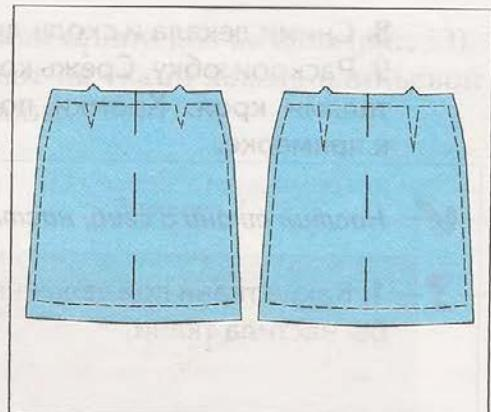

Рис. 57. Наметка середины деталей юбки сметочными стежками
2. Наметить мелким линии середины переднего и заднего полотнищ юбки. На изнаночных сторонах деталей проложить по намеченным линиям прямые сметочные стежки длиной 1,5–2 см (рис. 57).